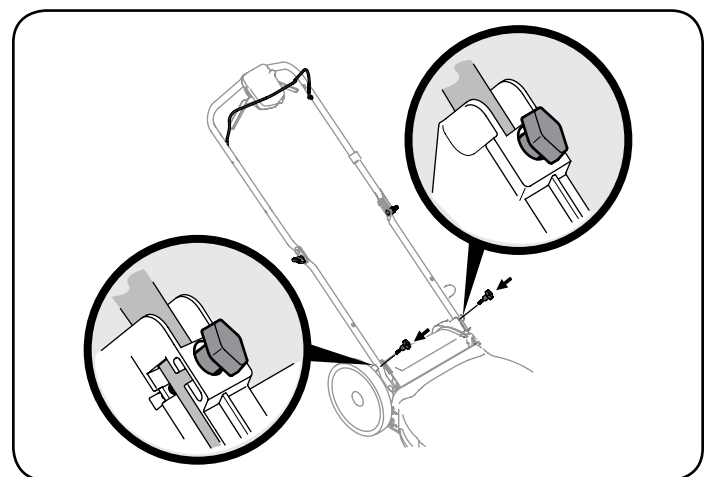

Figura 4
7. Inserte los pernos T quitados en el Paso 1a, a través de las ménsulas de la manija y la manija inferior y ajuste bien para asegurar la manija en su lugar. Vea la Figura 4.